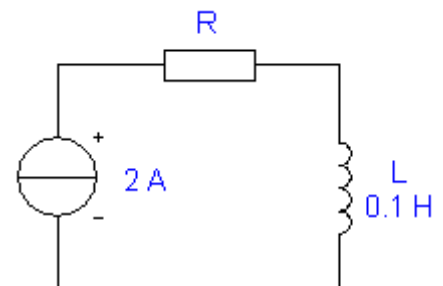

Рис. 2.6.
2.7.7. Визначити, яка енергія накопичена в індуктивності L , що розміщена в електричному колі (Рис.2.6). Чи залежить вона від величини опору R ?